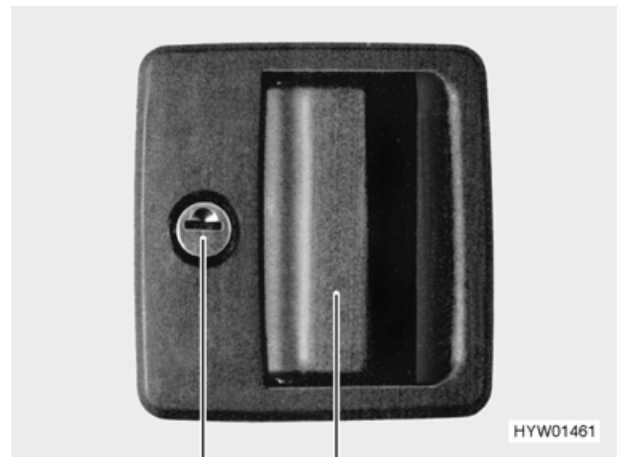

Bild 18 Türschloss Eingangstür und Fahrertür, außen
- Schlüssel in Schließzylinder (Bild 18,1) stecken und im Uhrzeigersinn drehen, bis das Türschloss entriegelt ist.
- Durch Ziehen am Türgriff (Bild 18,2) die Tür öffnen.
- Schlüssel in Schließzylinder (Bild 18,1) stecken und entgegen dem Uhrzeigersinn drehen, bis das Türschloss verriegelt ist.